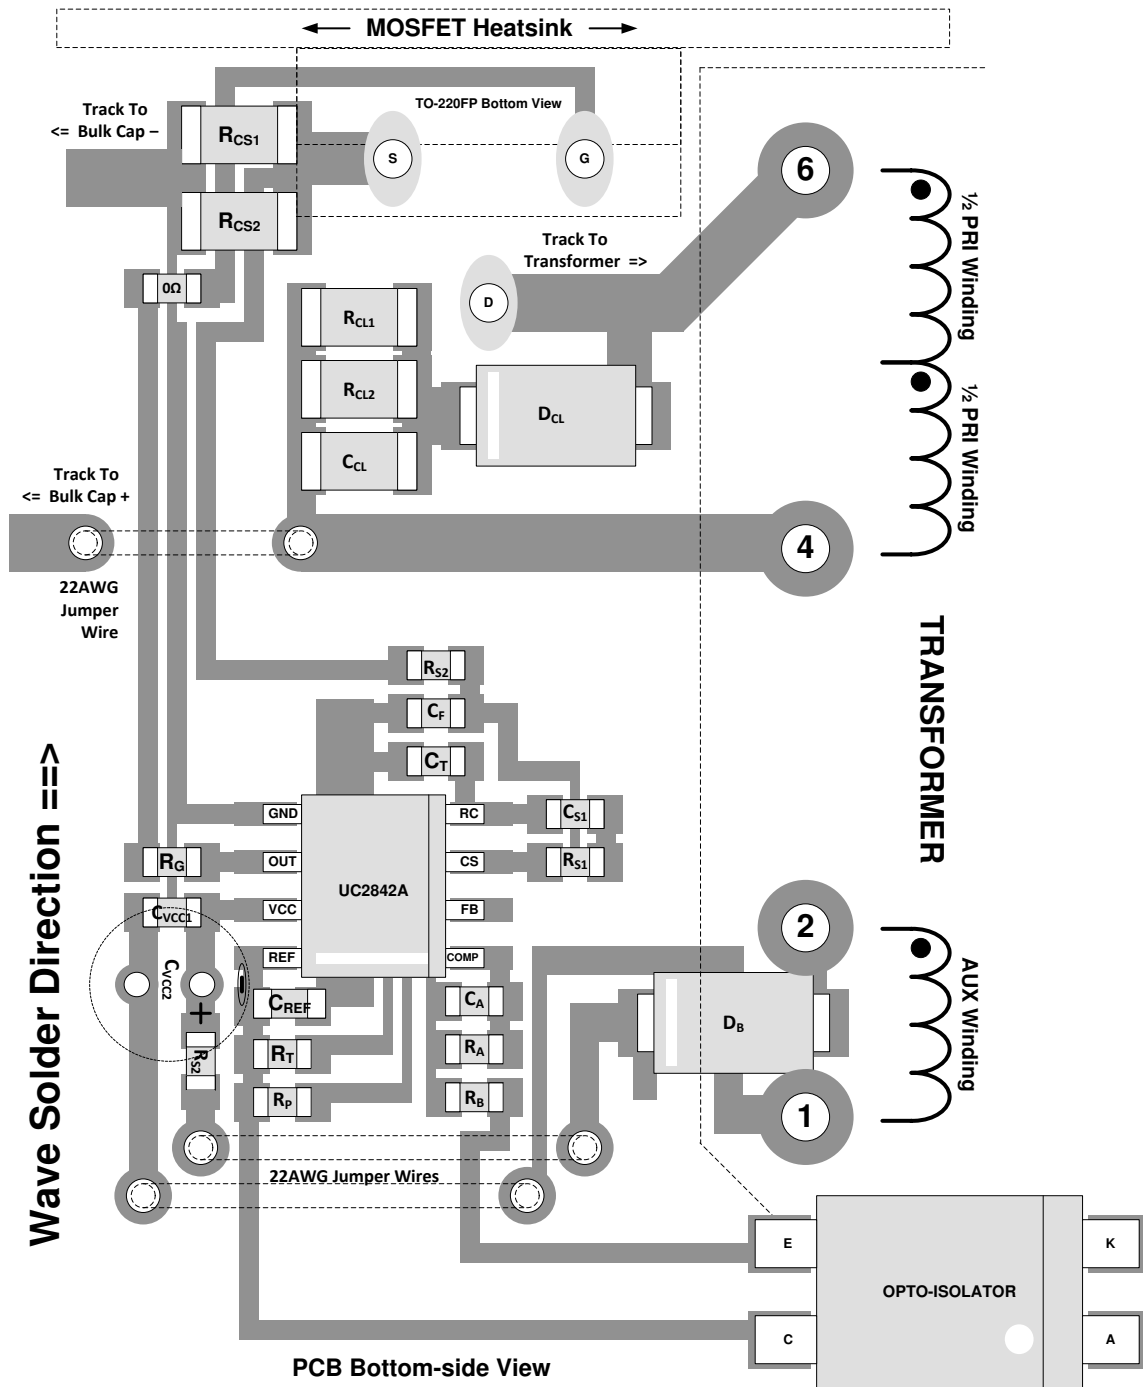

图 10-1. 布局图
- 图 10-1 显示了为单层板上的波峰焊而布置的 SMD 组件。如果使用多层，可能会重新排列一些组件，以便于互连并减少电流环路面积。如果焊接工艺允许，将 SMD 组件垂直放置可以改善互连并减少环路面积。